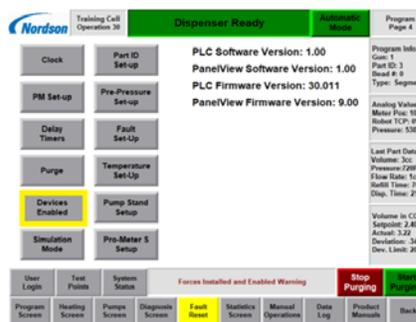

Figure 17 Écran du programme
22. Appuyer sur le bouton *Devices Enabled* (Dispositifs activés) du contrôleur. Voir la Figure 17.
- Appuyer sur le bouton *Devices Enabled* (Dispositifs activés) du contrôleur. Voir la Figure 17.